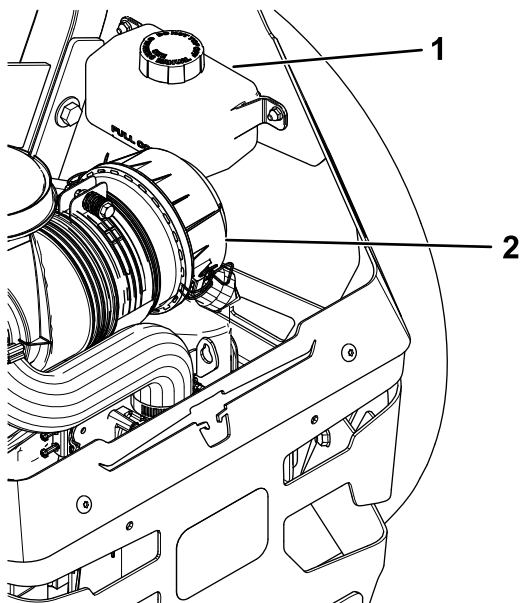

Figura 69
2. Verificați rezervorul de expansiune și, dacă este necesar, adăugați ulei hidraulic Toro® HYPR-OIL™ 500 până la linia COMPLET RECE (Figura 69).